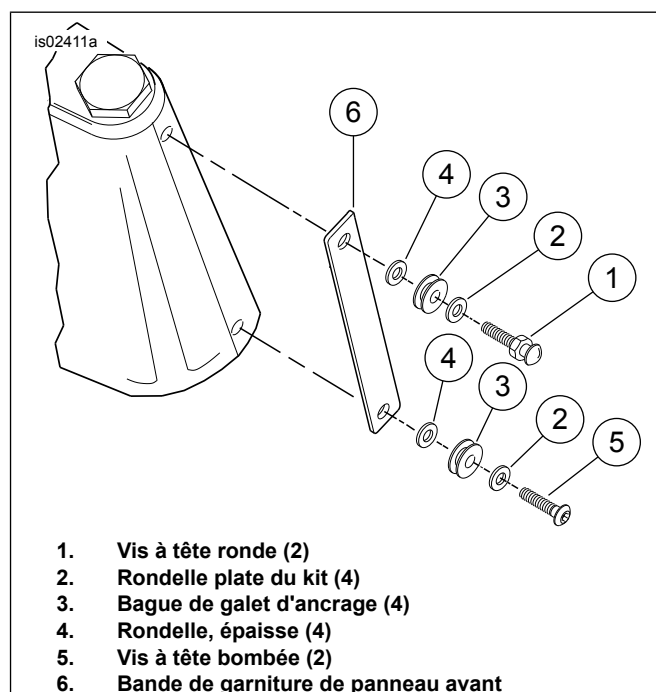

Figure 1. Installation de la bande de garniture de panneau avant et de l'ancrage de pare-brise
2. Voir Figure 1. Retirer et jeter les vis et les rondelles qui attachent la bande de garniture (6) aux morceaux de garniture avant et arrière.
4. Installer une rondelle plate (2), une bague (3) et une rondelle épaisse (4) sur la vis à tête ronde (1), puis installer la vis dans le trou supérieur de la bande de garniture (6) et les morceaux de garniture avant et arrière. Ne pas serrer la vis.